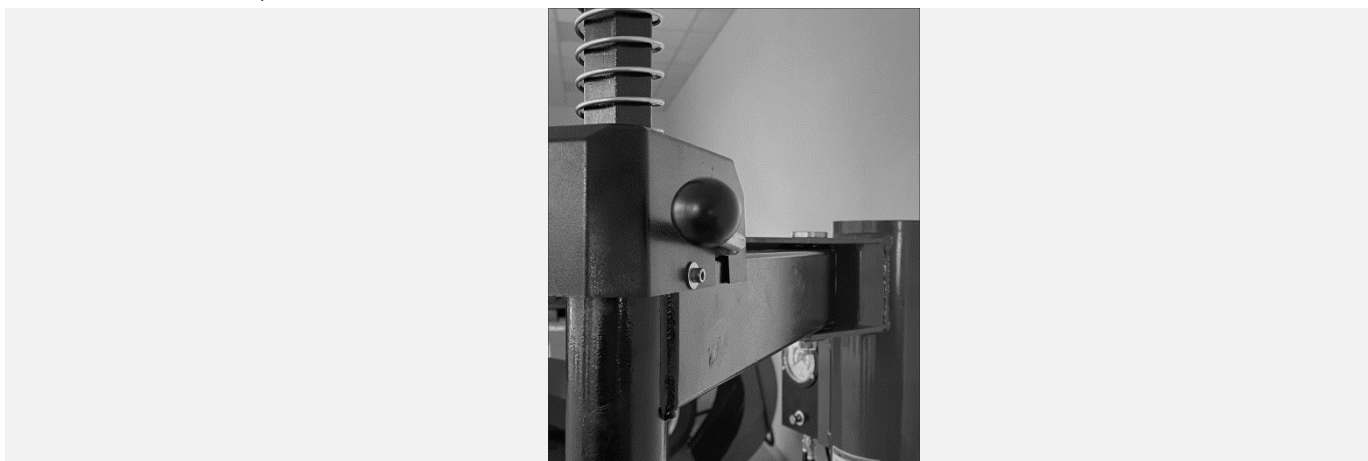

Рисунок 31
- Перевести монтажную колонну в рабочее вертикальное положение с помощью зажимного механизма (см. Рисунок 31 ).